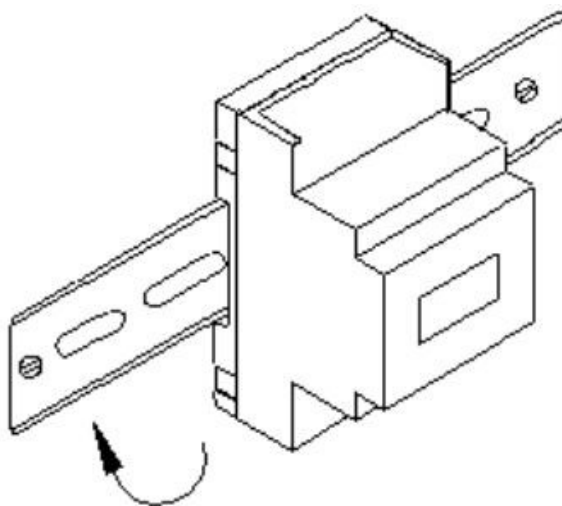

Рис. 1
1. Прибор оснащен стандартным креплением на DIN-рейку. Выберите нужное место и с небольшим усилием закрепите прибор (**рис. 1**).